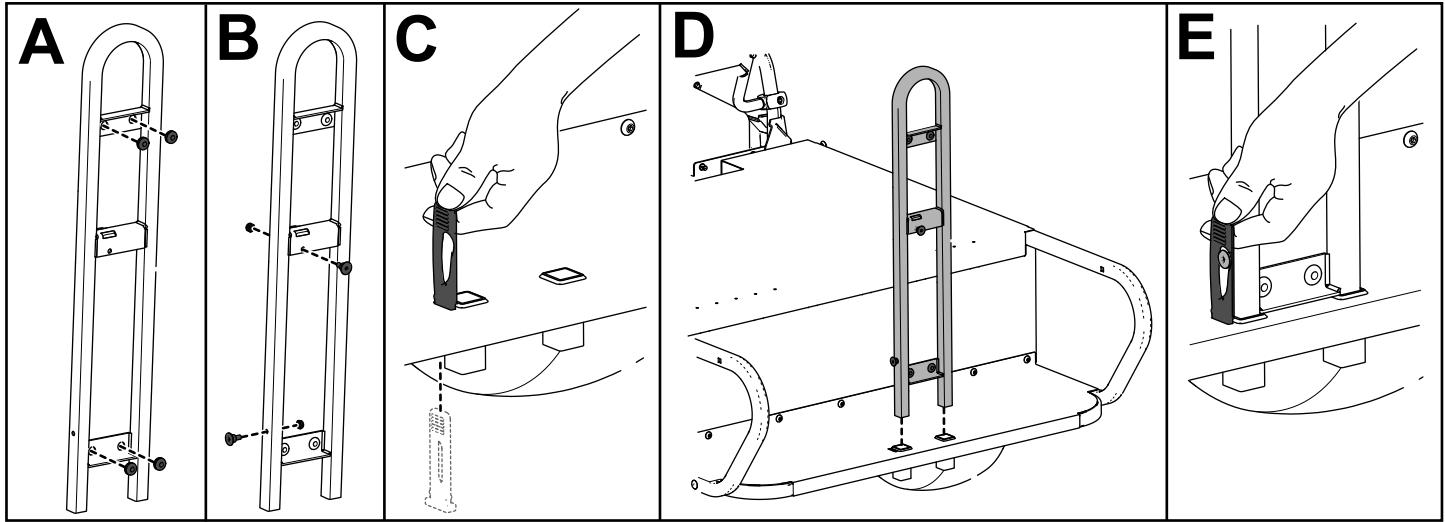

图8
3. 把 4 个橡胶套环安装到后座椅扶手上（图8 中的 A）。
4. 把 2 个埋头螺丝（ $\frac{1}{4}$ 英寸）和 2 个锁紧螺母（ $\frac{1}{4}$ 英寸）安装到后座椅扶手上（图8 中的 B）。
5. 使压紧箍带穿过搁脚板的底部（图8 中的 C）。
6. 将后座椅扶手安装到搁脚板上（图8 中的 D）。
7. 向上拉压紧箍带并绕到埋头螺丝上，将后座椅扶手固定到搁脚板上（图8 中的 E）。